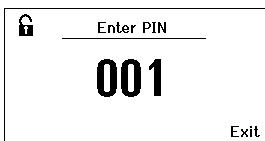

Fig. 26
3. Ajustar o código de bloqueio de três algarismos (entre 001 e 999) através do botão de rodar e clicar (5) (ver Fig. 26).
4. Confirmar o valor através da tecla de introdução (6).